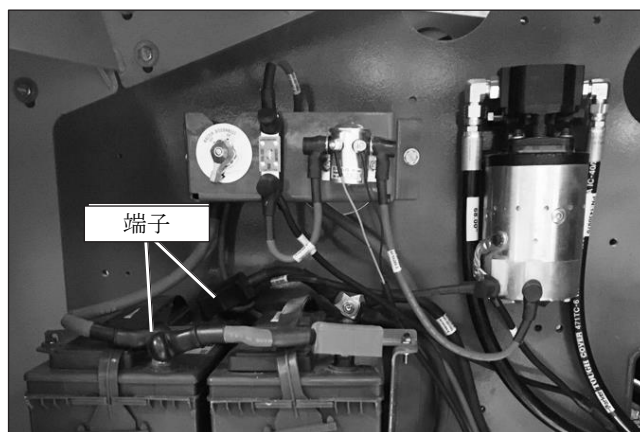

図 7.4 - バッテリー
電源は 2 台の 550 CCA の 12V バッテリーから供給されます。バッテリーは、本機右側のエンジンカバーの下にあります（図 7.4 を参照）。高所作業車の電気部品と電気油圧部品を操作するための 12VDC 電源がバッテリーから供給されます（非常電源設備を含む）。
1. バッテリー上部とその端子およびケーブル端部を点検します。これらに腐食や汚れがあってはなりません（図 7.4 を参照）。